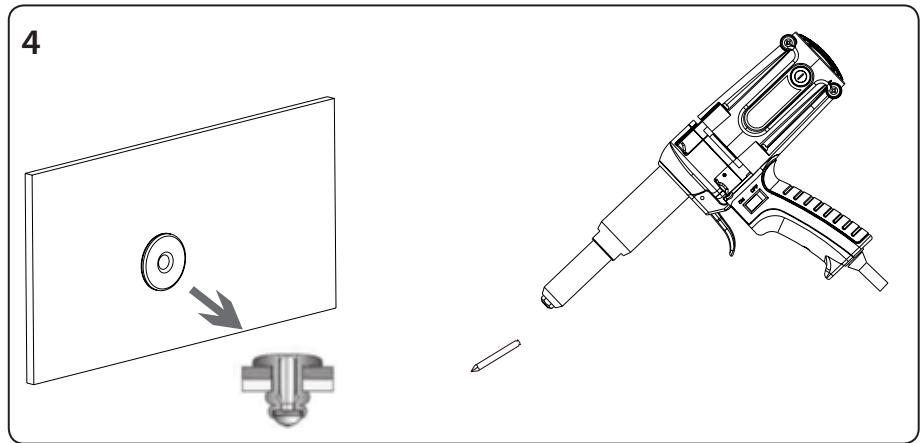

Fig.6
d) Dopo il rilascio del grilletto della pistola rivettatrice, il rivetto viene ritirato e il gambo del rivetto viene strappato e sbloccato dal canotto della pistola, vedere il passaggio 4, Fig.6.